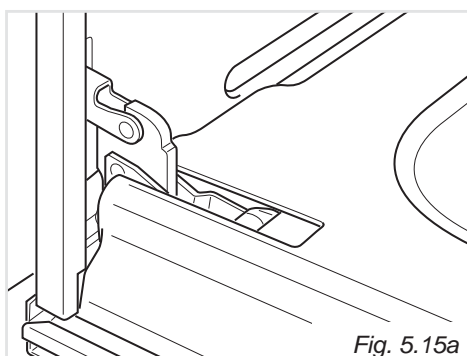

Fig. 5.15a
- Ouvrez complètement la porte du four (fig. 5.15a).